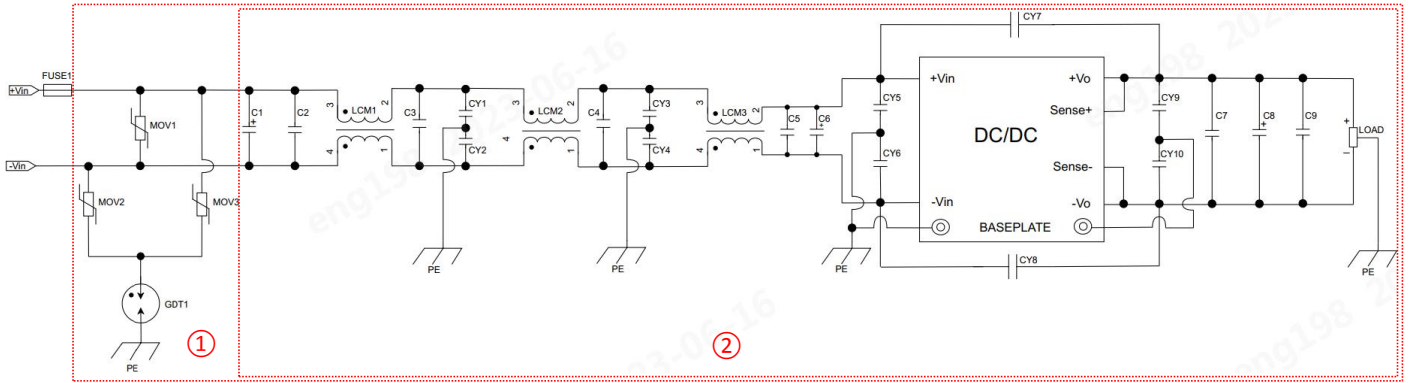

图 8
GJB151B CE102 (推荐电路见图 8 ②)
辐射骚扰	CISPR32/EN55032 CLASS A (推荐电路见图 8 ②)